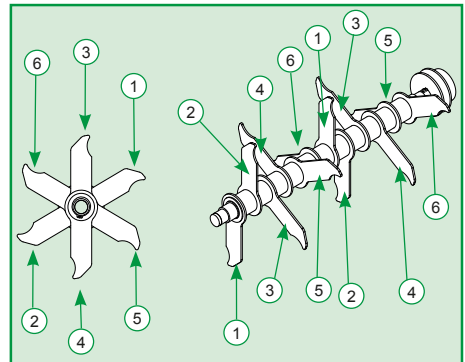

Figura 4
- ✓ Del lado de la polea, al retirar los componentes (1, 2 y 3), retire también la chapa de protección interna de la correa (11).
- ✓ Para montar nuevamente el conjunto del disco y mantener el mismo balanceado, proceda de la siguiente manera. Coloque el anillo de retención (6) en la cavidad del eje (5), coloque la cuchilla (7) intercalada con un buje (8) de acuerdo con el ángulo y posición indicada en la Figura 4, repitiendo este proceso hasta que las cuchillas y bujes estén montadas en el eje (5). Por último, coloque la arandela (10), el anillo de retención (6) en la cavidad del eje (5) y acople el cojinete (9) con el rodamiento (4) en la base de la máquina fijándolo con las tuercas (1), arandelas de presión (2) y tornillo (3).